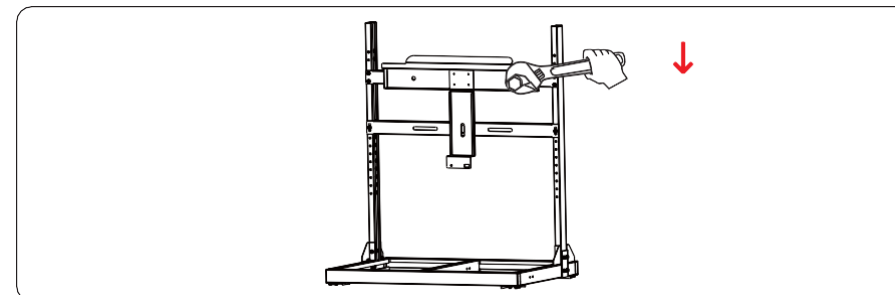

Figura 4.10 Fissaggio del pannello posteriore con il supporto
Step 2 Serrare il pannello posteriore con il supporto utilizzando un bullone M12 a una coppia di 42 N.m (come mostrato nella Figura 4.10).